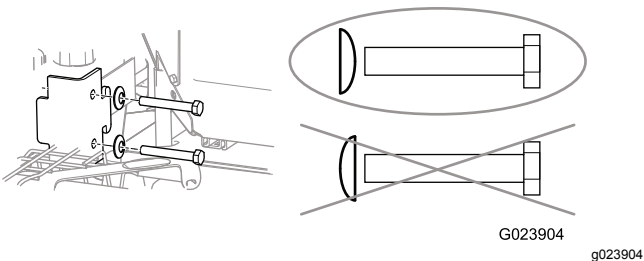

Рисунок 7
**Внимание:** Убедитесь, что каждая пружинная шайба обращена выпуклой стороной к головке болта, как показано на Рисунок 7.